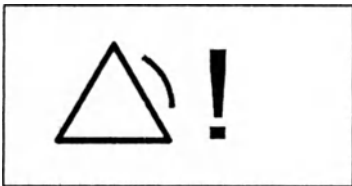

Рис. 3-4 Значок тревоги с низким приоритетом
Сигналы тревоги с низким приоритетом указывают на необходимость уведомления оператора. Желтый мигающий значок тревоги с одним восклицательным знаком — это значок тревоги низкого приоритета (См. Рис. 3-4). Все сигналы тревоги низкого приоритета сопровождаются единым звуковым сигналом. Комбинация двух (2) нот в сигналах низкого приоритета воспроизводится в следующей последовательности: две ноты, краткая пауза, две ноты, длинная пауза. Затем цикл повторяется.